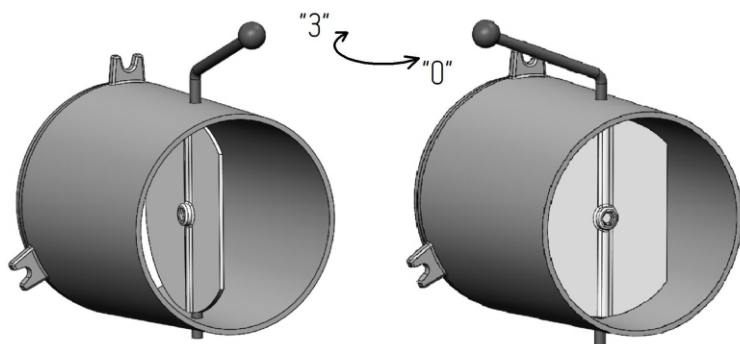

Рис.5 Шиберная заслонка
**ШИБЕРНАЯ ЗАСЛОНКА** – заслонка на патрубке дымоудаления (рис. 5)